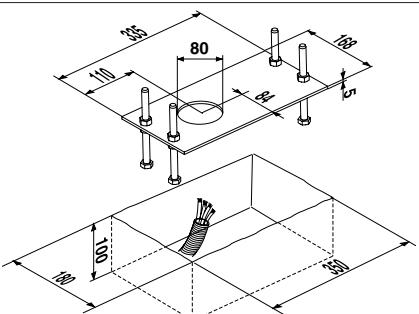

Abb. 7
- Die Fundamentplatte gemäß Abb. 7 ausführen und die Grundplatte einmauern, dabei sind eine oder mehrere Ummantelungen für den Durchgang der Stromkabel vorzusehen. Mit einer Wasserwaage die korrekte waagrechte Position der Grundplatte überprüfen. Abwarten, bis der Zement trocknet.